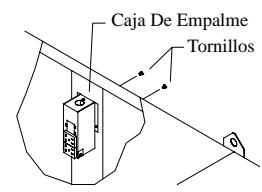

Fig. 3
- **El cableado.** La caja de empalme se encuentra en el poste divisor en la parte superior del interior del enfriador. Quite los dos tornillos de la caja y aparte la caja del panel para tener acceso al cableado (véase fig. 3). Conecte el cableado para la bomba a las tomas de corrientes (véase las esquemas del cableado de las bombas en el siguiente página). Conecte el cableado para el motor directamente al motor.